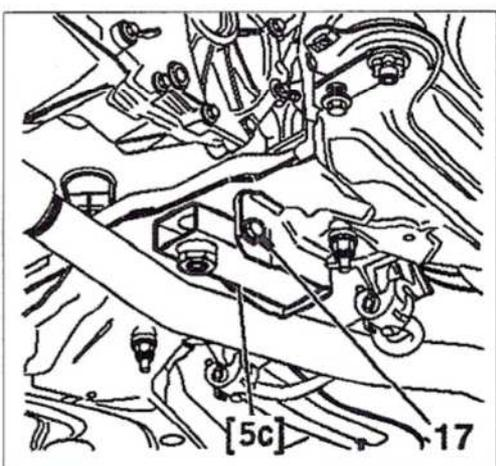

FIG. 9
- Poner la barra transversal [5b] sobre las bridas [5a] y el soporte [5c] en lugar de la bieleta anti-par (Fig.9).